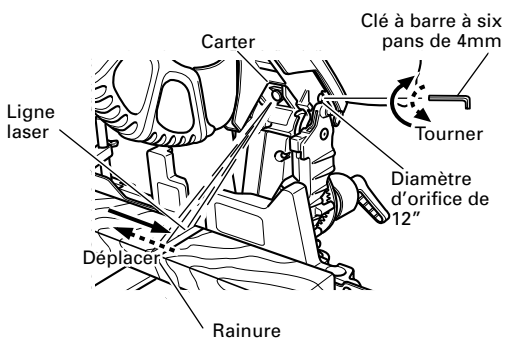
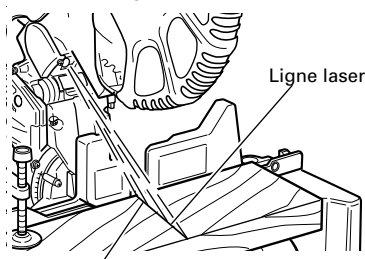

Fig. 19
Fig. 20
(2) Ensuite, insérer une clé à barre hexagonale de 4mm dans l'orifice de diamètre 12 sur le côté du carter d'engrenage, et tourner la vis boulonnée à douille hexagonale pour déplacer le trait laser. (Si l'on tourne la vis à tête creuse à six pans dans le sens des aiguilles d'une montre, le trait laser se déplace vers la droite, et si l'on tourne la vis dans le sens inverse, le trait laser se déplace vers la gauche.) Si on travaille avec la ligne tracée à l'encre sur le côté gauche de la lame de scie, il faut aligner la ligne laser avec le côté gauche de la rainure. (Fig. 19) Si on travaille avec la ligne tracée à l'encre sur le côté droit de la lame de scie, il faut aligner la ligne laser avec le côté gauche de la rainure.
(3) Après avoir réglé la position de la ligne laser, tracer à l'encre une ligne à angle droit sur la pièce et aligner la ligne tracée à l'encre et la ligne laser. Pour aligner la ligne tracée à l'encre, faire glisser la pièce petit à petit et la maintenir dans un étau à l'endroit où la ligne laser chevauche la ligne tracée à l'encre. Effectuer un autre rainurage et vérifier la position de la ligne laser. Pour changer la position de la ligne laser, effectuer à nouveau les réglages prévus aux opérations (1) à (3).
**REMARQUE :** Vérifier et s'assurer périodiquement que la position de la ligne laser est convenable. Pour effectuer la vérification, tracer à l'encre une ligne perpendiculaire sur la pièce de 1-1/2" (38mm) de hauteur et de 3-1/2" (89mm) de largeur et s'assurer que la ligne laser est alignée sur la ligne tracée à l'encre. [L'écart entre la ligne tracée à l'encre et la ligne laser doit être inférieure à l'épaisseur de la ligne tracée à l'encre (0.5mm)]. (Fig. 20)